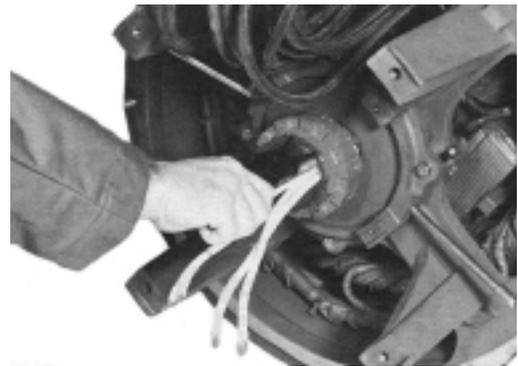

Figure 6-67
3. Mettre le clips (Figure 6-67).